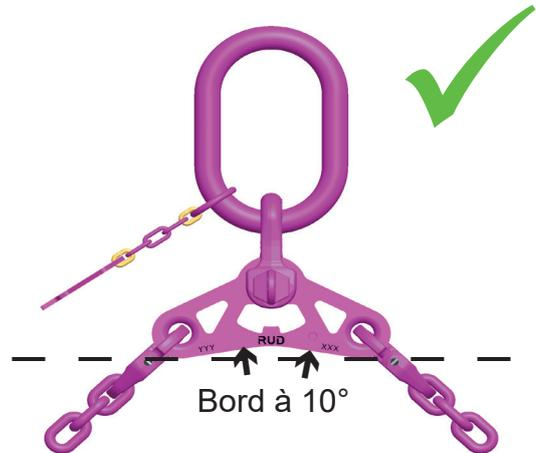
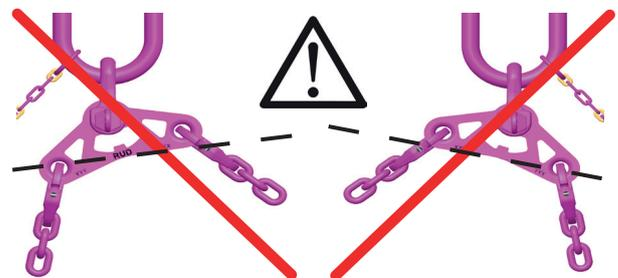

Fig. 18: Cas optimal - pas d'inclinaison du balancier
Fig. 20: Une inclinaison du balancier supérieure à 10° n'est pas autorisée !
- Notez que le balancier VIP ne doit pas être incliné de plus de 10° sous charge (voir Fig. 18-Fig. 20).
- Une inclinaison du balancier sous charge supérieure à 10° n'est pas autorisée (voir Fig. 20) ! Le bord de 10° n'est plus aligné horizontalement. L'inclinaison du balancier est trop importante !